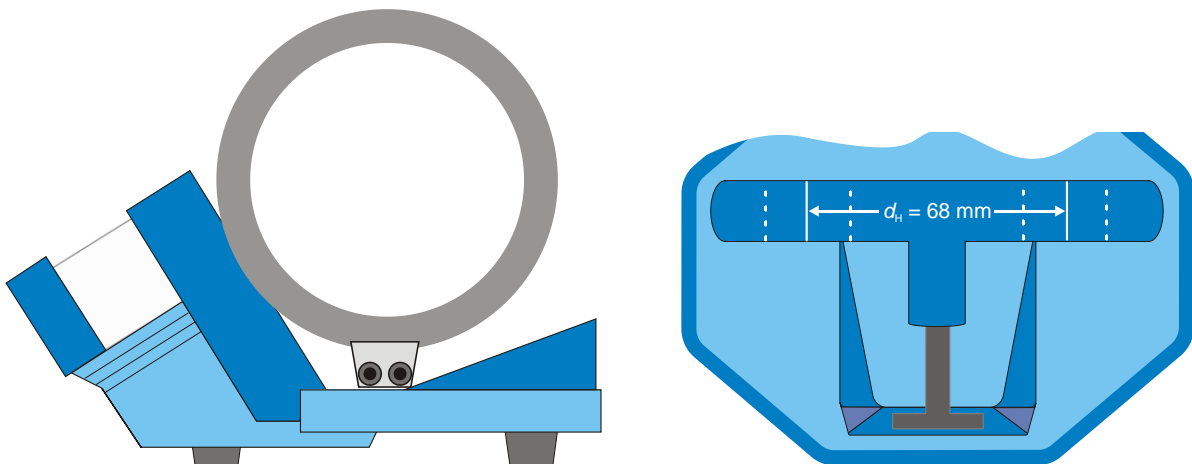

Fig. 2 Montaje de las bobinas para campo transversal
- Inserte las bobinas en el centro de la ranura para bobinas y empújelas completamente hacia afuera. Al hacerlo, debe observar que las conexiones señalen hacia afuera (véase fig. 2).